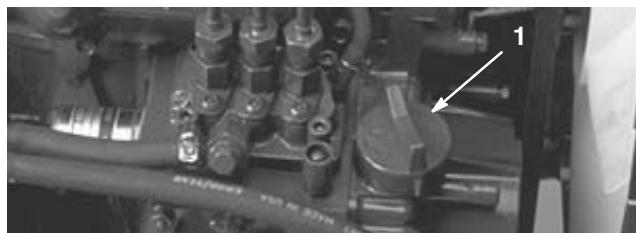

Bild 16
3. Entfernen Sie bei niedrigem Ölstand den Ölfülldeckel (Bild 16), gießen langsam kleinere Ölmengen ein und prüfen den Stand regelmäßig, bis die „Voll“-Marke am Peilstab erreicht wird.